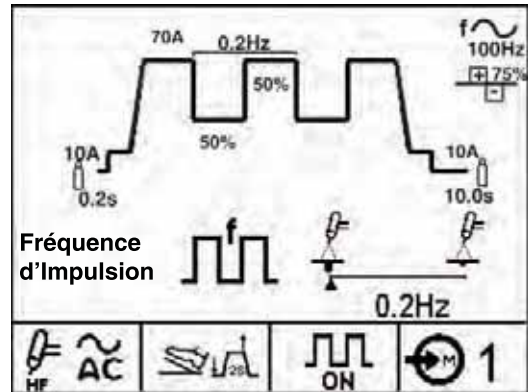

Figure B.4c
- TIG par Impulsions (Voir la Figure B.4c)
2. La **Section d’Affichage du Paramètre** montre le paramètre sélectionné, son icône d’affichage et sa valeur pré-établie. Pour modifier la valeur, faire tourner le bouton poussoir / codeur tournant. Certains paramètres comme la Fréquence c.a. ont un Affichage d’Icône Mis en Valeur qui montre l’effet du paramètre variable sur l’arc et/ou sur le profil du cordon de soudure. Pendant que ces paramètres sont ajustés, un indicateur se déplace entre l’icône minimum et maximum pour montrer l’effet relatif de ce paramètre. La Fréquence d’Impulsion illustrée sur la Figure B.4c est un exemple d’ Affichage d’Icône Mis en Valeur. Se reporter au Tableau B.1 pour obtenir une liste des Icônes Mis en Valeur.